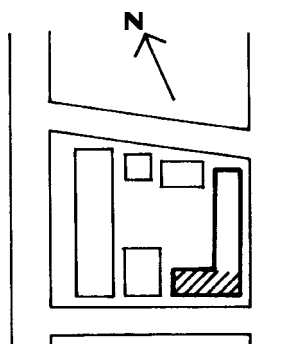

Figura 6
- a) planta esquemática com marcação da área construída, parte da construção etc.: a seta norte é indicada (Figura 6);